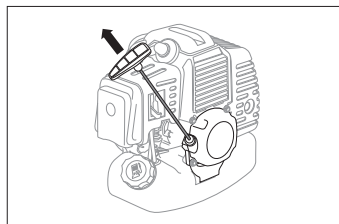

Рис. 11
6. **Придерживая триммер, плавно потяните рукоятку стартера** до момента зацепления в механизме стартера. После чего энергично вытяните шнур на 50-60 см (**рис. 11**). Во избежание повреждения корпуса стартера не бросайте рукоятку стартера, плавно верните ее в исходное положение. Повторите данные действия 3-5 раз до первой вспышки топлива в двигателе. При этом двигатель заводиться не должен.